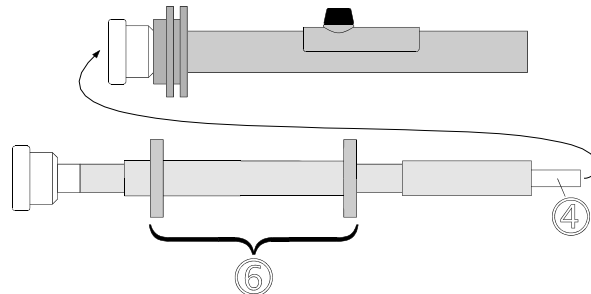

Fig. 4.3.a
Las varillas prolongadoras se unen **entre sí** enroscándolas sin tubo de sujeción (② y ③ en fig. 4.3.b). Sólo las varillas prolongadoras ① unidas al mango ② deben contar con un tubo de sujeción ④. Los tubos de sujeción sólo están enroscados a las varillas prolongadoras y pueden cambiarse fácilmente.